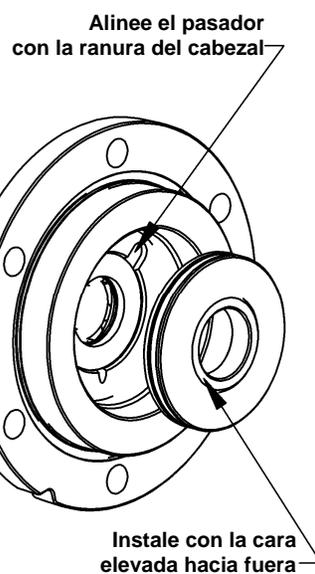

Figura 10. Instalación del asiento estacionario
12. Lubrique la chumacera del asiento estacionario en el cabezal interno (20) con una ligera capa de grasa.
13. Alinee el asiento estacionario (153A) en el cabezal interno (20) con la cara elevada hacia fuera y el pasador de ubicación del lado opuesto alineado con la ranura antirrotación en el cabezal. Consulte la figura 10.
15. Sin instalar la junta tórica del cabezal (72) ni los componentes del sello mecánico rotatorio, conecte temporalmente el cabezal interno (20) a la carcasa (12). Instale y apriete manualmente dos tornillos prisioneros (21), separados 180 grados entre sí.
16. Engrase el extremo interno del eje del conjunto de rotor y eje (13).
17. Deslice delicadamente el conjunto del rotor y eje (13) en la carcasa (12) y a través de los sellos de grasa (104 y 104A) y del cojinete (24) en el cabezal interno (20).